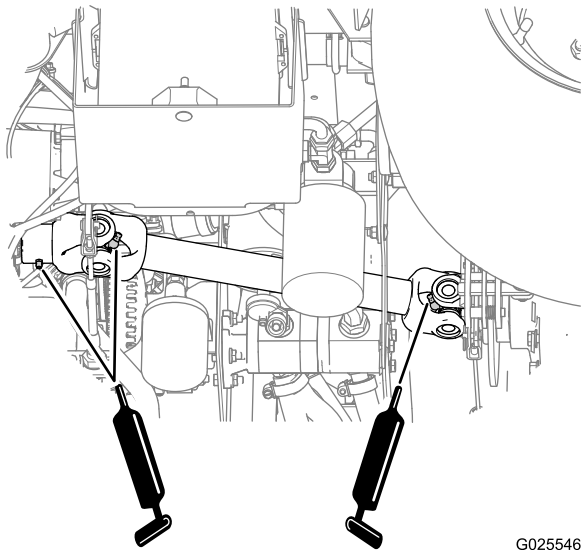

Figura 39
- Juntas em U do eixo de transmissão (2); consulte Figura 39
- Culatra deslizante (1); consulte Figura 39